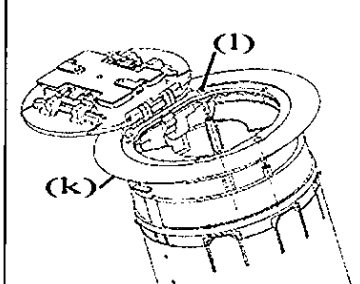

Fig. 2
7. Use the provided floor gasket or apply a 1/4 [6.3mm] thick continuous bead of electrical type of RTV silicon sealant compound fully around the perimeter on the underside of the flange (k), Fig. 2.
7. Utiliser le joint pour plancher fourni ou appliquer un cordon continu de 6,3 mm de pâte à calfeutrer à la silicone de type RTV pour applications électriques sur tout le périmètre intérieur du collet (k), Fig. 2.